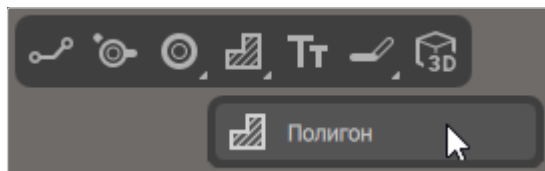

Рисунок 115. Инструмент «Полигон» на панели инструментов
- Щелкнуть правой кнопкой мыши по значку  на панели инструментов редактора схем и в раскрывшемся списке выбрать инструмент «Полигон» (см. рисунок 115).